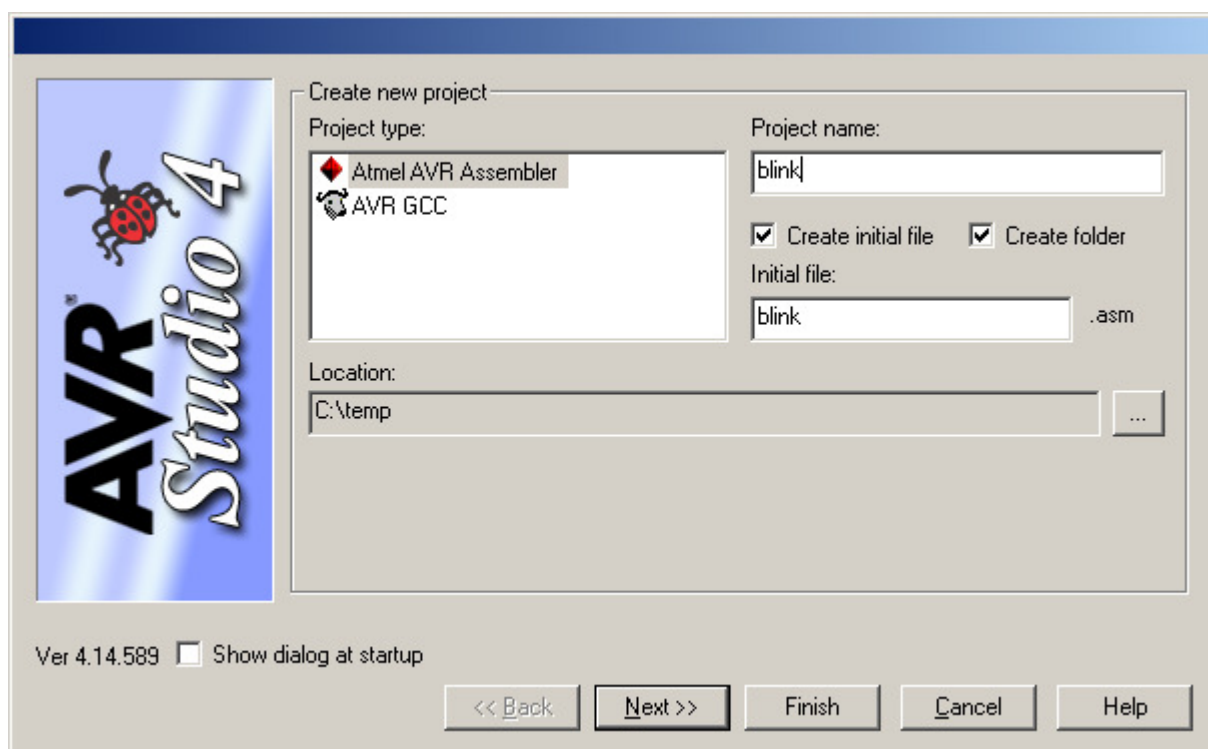

Рис. 1.2. Окно создания проекта
1.1.2. Для создания нового проекта выберите меню «Project -> New Project». Появится окно создания проекта (рис. 1.2). Окно содержит следующие поля и опции (в квадратных скобках указаны опции, которые следует выбрать):